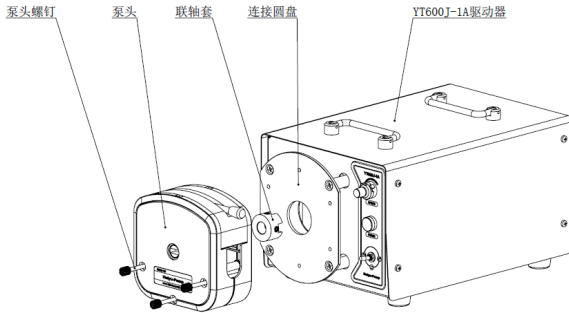

图2
- 将装好传动套的泵头与驱动器连接，再紧固连接螺钉，如图2。